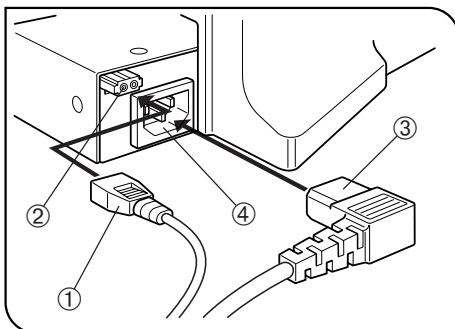

Abb. 36
10 Herstellen der Kabelverbindungen (Abb. 36 & 37)
(Abb. 36 & 37)
- 1. Den Stecker ① der Beleuchtungssäule fest in die Anschlussbuchse ② an der Rückseite des Mikroskops einstecken.
- ▲ Ausschließlich den Stecker ① der Beleuchtungssäule an die Anschlussbuchse ② anschließen. Andernfalls können Funktionsstörungen der Geräte auftreten.
- 2. Den Stecker des Netzkabels ③ fest in die Anschlussbuchse ④ einstecken. (Abb. 36)